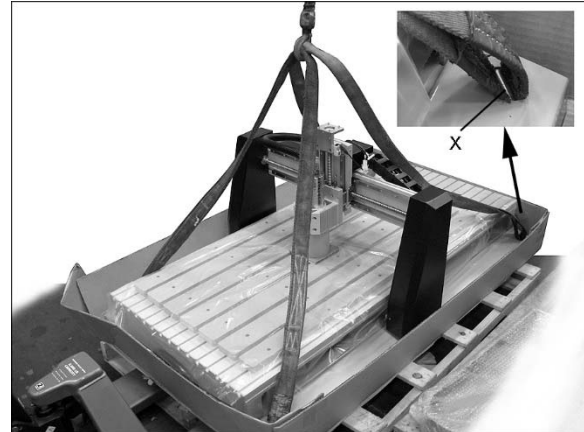

Figura 7-18
1. Coloque correas alrededor de los pernos de acero, y ponga pernos en el interior de los cuatro agujeros (X, Figura 7-18). **Asegúrese de que los pernos sean suficientemente largos para atravesar el agujero** y agarren debajo de la base, y que las correas se aprieten sin hacer contacto con el brazo ni ninguna pieza frágil.